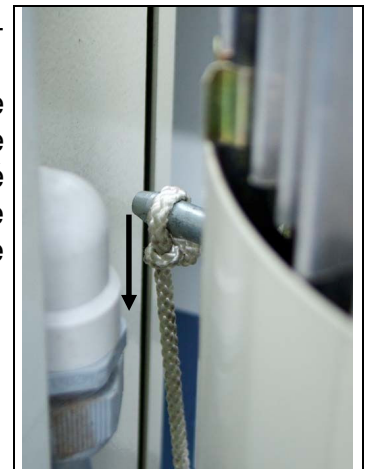

Fig. 41 Corde de traction pour test d'arrêt
- Desserrer le frein moteur (voir Fig. 41) en tirant par dosage fin sur le câble de traction, en partant du sol (en dehors de la zone de danger). – La plateforme de charge descend lentement.